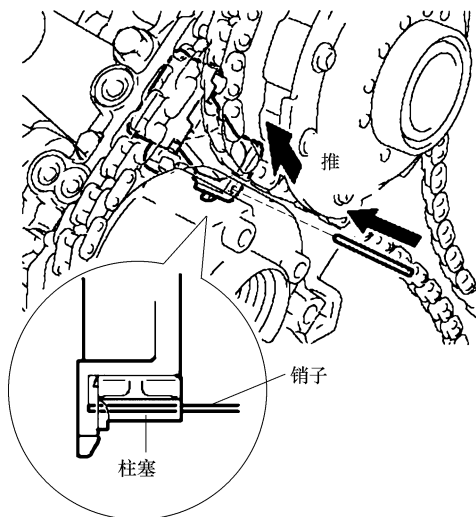

图 24-46 插入销子以固定张紧器
① 如图 24-46 所示, 推压正时链条张紧器, 将直径为 1.0mm 的销子插入孔中, 将正时链条张紧器固定到位。